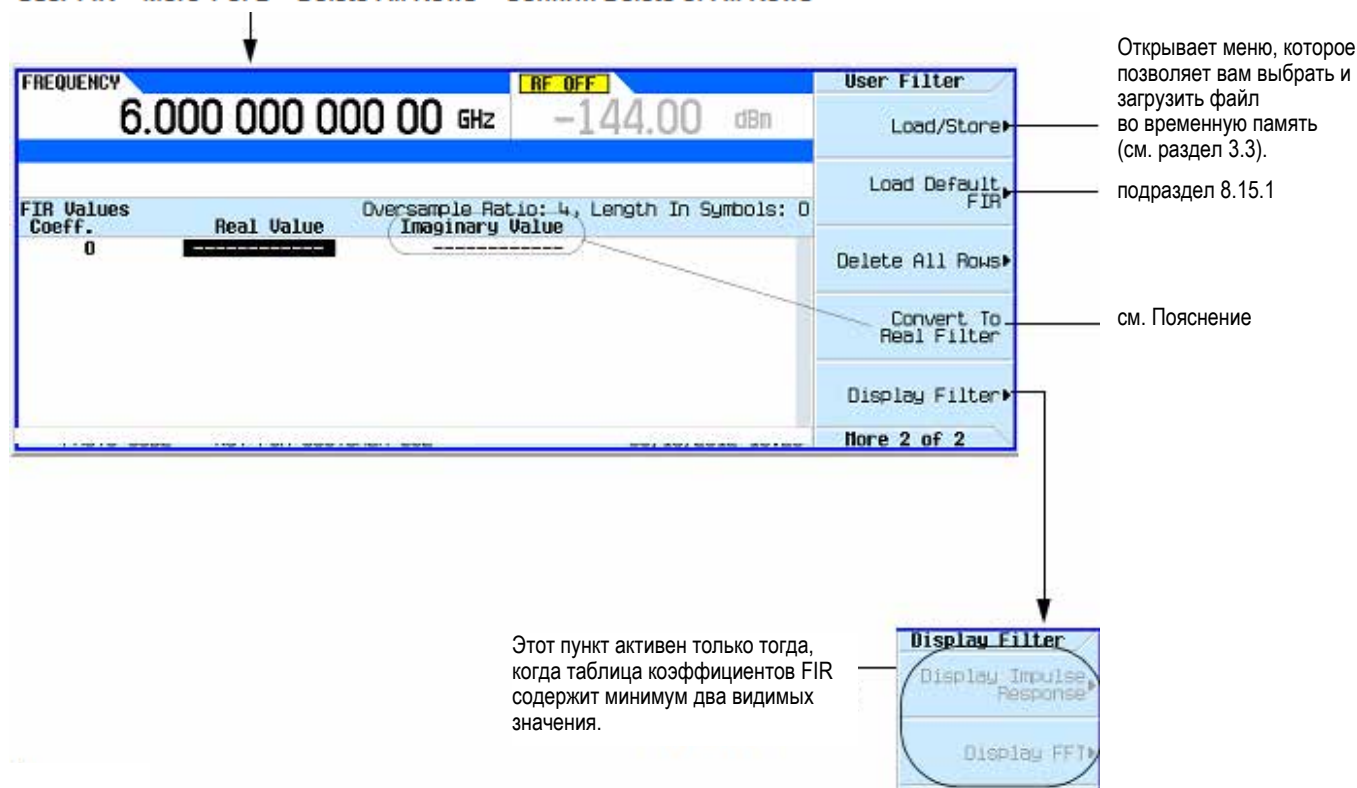

Рис. 8-18 Создание пользовательского фильтра FIR с помощью табличного редактора FIR
Это выводит на экран редактор табличных значений, как показано на рис. 8-18.
■ Пояснение к рис. 8-18